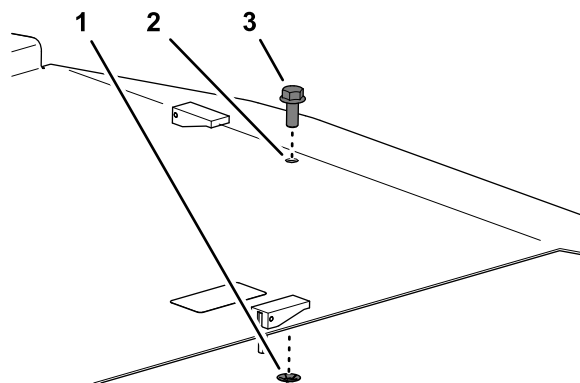

Figure 4
2. Retirez l'écrou poussoir qui fixe le boulon sur le capot du tablier et retirez le boulon du capot (Figure 4).